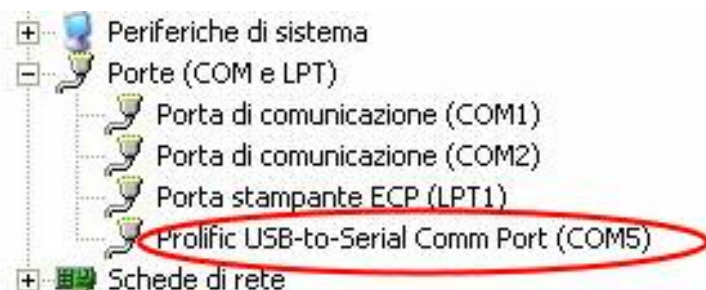

Figura 2
3. collegare il convertitore USB↔RS232 ad una porta USB del Pc ed individuare la porta COM assegnata (es. ellissi rossa in Figura 2, COM5)